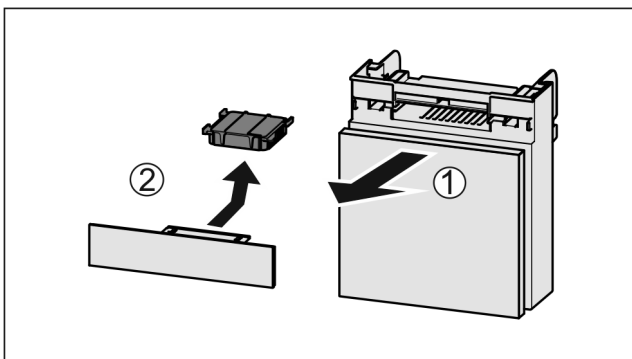

Fig. 108
- ▶ Trekk ut Fig. 108 (1) hyllen fremover.
- ▶ Ta ut Fig. 108 (2) aktivkullfilteret.